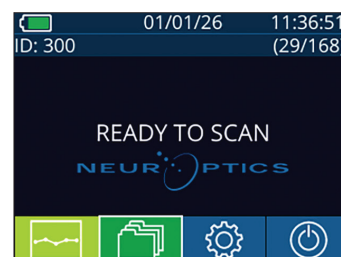
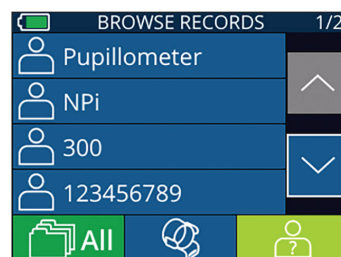

Bild 27
Bild 28
- Från hemskärmen: Välj ikonen **Records** (poster)  (bild 27), välj därefter ikonen **SmartGuard**  (bild 28). Den senaste undersökningen visas först. Tryck på knappen **DOWN Arrow**  (pil NEDÅT) på knappsatsen för att bläddra nedåt i de tidigare patientundersökningarna som sparats i patientens SmartGuard-hylsa.
- Från startskärmen: Välj ikonen **Records** (poster)  (bild 27).
- Om du vill söka efter ett specifikt ID väljer du  du (bild 28) och skriver sedan in patientens ID och välj .